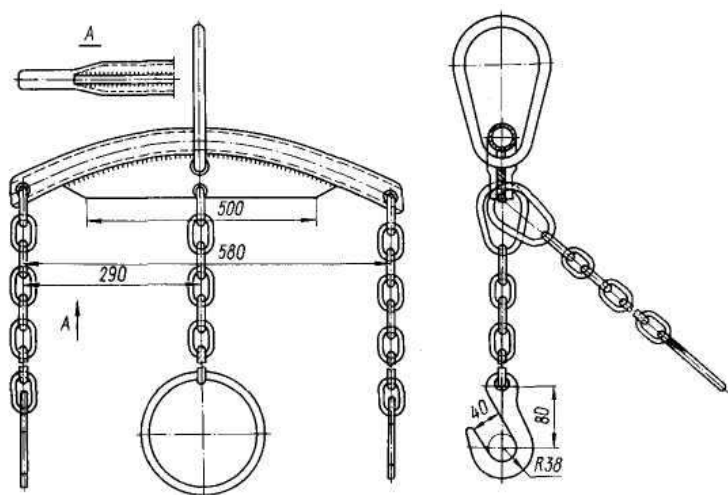

Рис. 3. Приспособление для подвески силового агрегата или двигателя к подъёмному устройству
- подведите электротельфер с навешенным приспособлением (рис. 3) и захватите крюками силовой агрегат за рым-планки двигателя. Слегка натяните трос электротельфера;